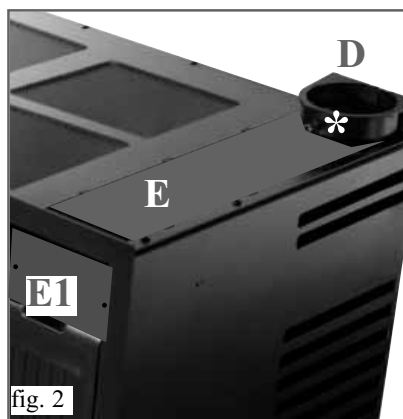

fig. 2
POSSIBILI INSTALLAZIONI (fig. 2)
- Installare e fissare con tasselli la piastra di appoggio (B) nella posizione definitiva che avrà l'inserto.
- Posizionare e fissare (con i bulloni in dotazione) la staffa (C) di centraggio dello spezzone di canale da fumo (A).
- Calzare lo spezzone di canale da fumo sul collare (D) della staffa (C) appoggiandolo sulla vite (* fig 2).
- Togliere la vite di appoggio (*) e innestare il canale da fumo sul bocchettone uscita fumi (F), bloccandolo con la vite (°).
- L'operazione viene effettuata agendo attraverso l'apertura (E) prevista sul top dell'inserto, dopo aver tolto la piastrina (E1) fissata da 2 viti (vedi fig. 2).